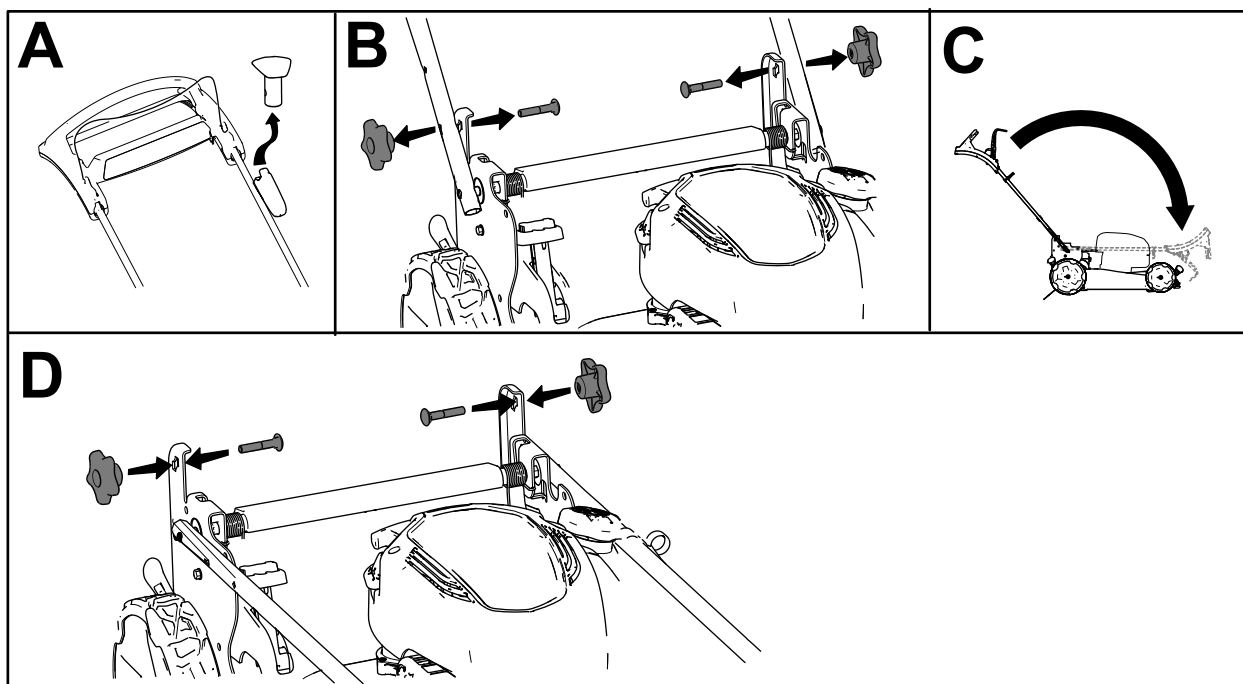

Figure 21
1. Retirez le bouton de démarrage électrique (selon l'équipement) comme montré en A sur la Figure 21.
2. Retirez et conservez les 2 boutons et les 2 boulons de carrosserie des supports du guidon (B de Figure 21).
3. Repliez le guidon en le faisant pivoter en avant (C de la Figure 21).
4. Montez et serrez légèrement les boutons et les boulons de carrosserie sur les supports du guidon (D de la Figure 21).